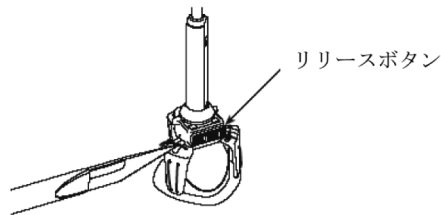

図 6
- (1) 適切なサイズの生体弁を選択する。
- (2) ホルダ上のリリースボタンを押しながら下げ、ホルダからホルダハンドルを取り外す（図6）。